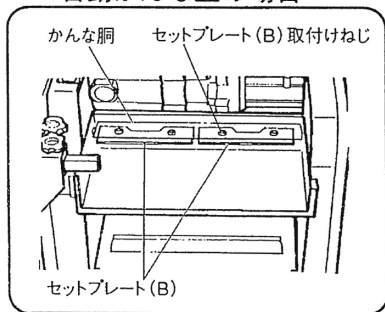

図 36
(2) 付属のボックススパナ（10mm）でかなな刃取付け用ボルト 8 本をゆるめ、かなな刃および押え金をはずします。
(3) 替刃取付用セット（自動）のセットプレート（B）を取付けねじ 4 本でかなな胴に固定します。（図 36）